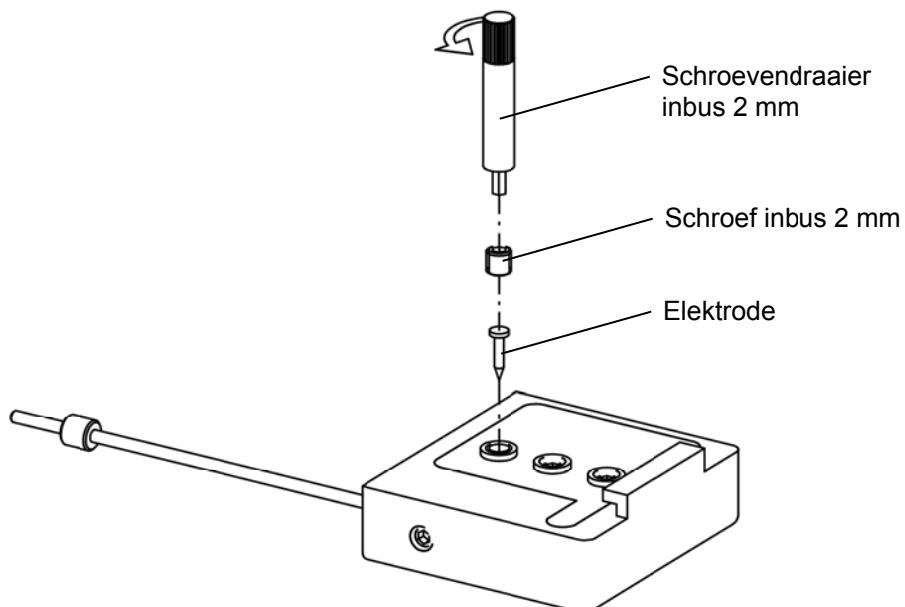

Afbeelding 6, vervangen elektrodekop
- 2 Schuif de elektrodekop van de *Perfomaster* af (Zie afbeelding 6).